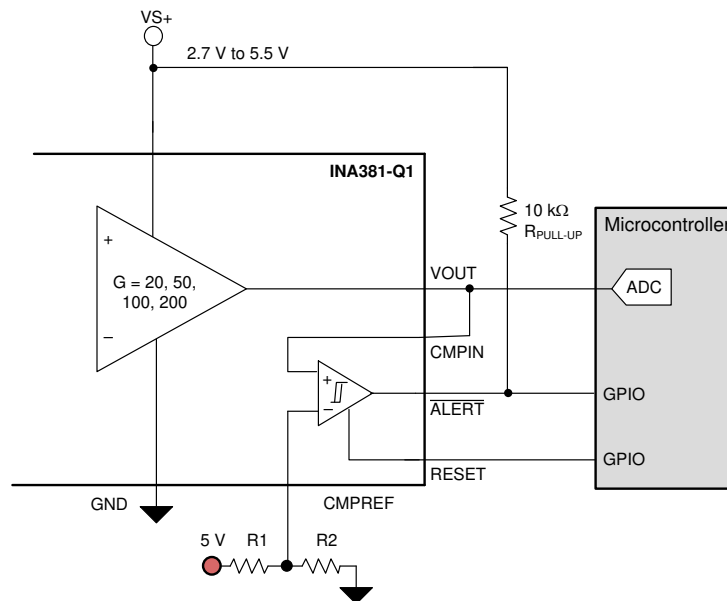

図 7-3. 分割抵抗電圧
**VOUT** 電圧は、電流センシング抵抗の両端に発生する増幅された電圧です。**VOUT** ピンに発生する信号は、**IN+** ピンと **IN-** ピンによる差動入力電圧にアンプのゲインを乗じた値です。**INA381-Q1** には次の 4 つのゲイン・オプションがあります (図 7-3 を参照)。20V/V、50V/V、100V/V、200V/V。追加のヒステリシスが不要な場合、**VOUT** ピンを **CMPIN** ピンに直接接続します。